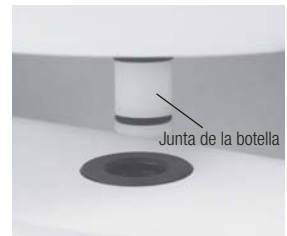

Fig.3
- 3) Cierre la tapa de la botella VA e introduzca la junta de la botella en el conector de base de la botella hasta que haga clic. (Fig. 3)